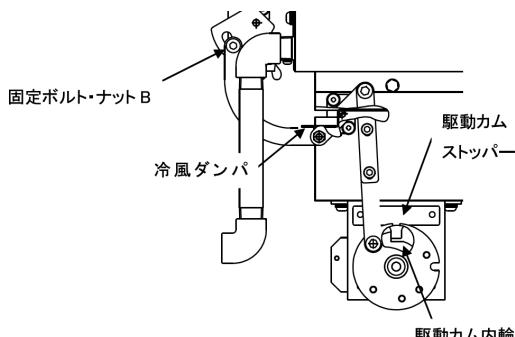

図 9-4
- 電源を ON すると、ダンパーモータがモータ側から見て反時計方向(ギヤモータ正転)に回り、駆動カム内輪が駆動カムストッパーに当たって停止していることを確認し、元電源を OFF してください。(図 9-4)